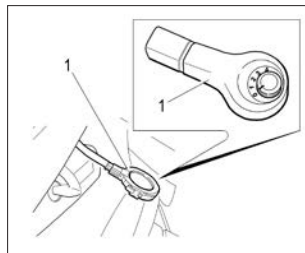

Рис. 34. Датчик дождя и освещенности
Для включения системы очистки необходимо переключатель чувствительности датчика дождя **1** (см. рис. 34), расположенный за зеркалом заднего вида в накладке датчика перевести из положения **0** в любое другое положение от **1** до **4\*\***, а рычаг переключателя стеклоочистителей перевести в положение **III** (прерывистый режим работы). При этом щетки очистителя делают один ход, после чего будут включаться или выключаться в зависимости от количества капель дождя, попадающих на ветровое стекло.
*В варианном исполнении* автомобиля оснащаются совмещенным датчиком дождя и освещенности, который расположен на ветровом стекле за зеркалом заднего вида (рис. 34).